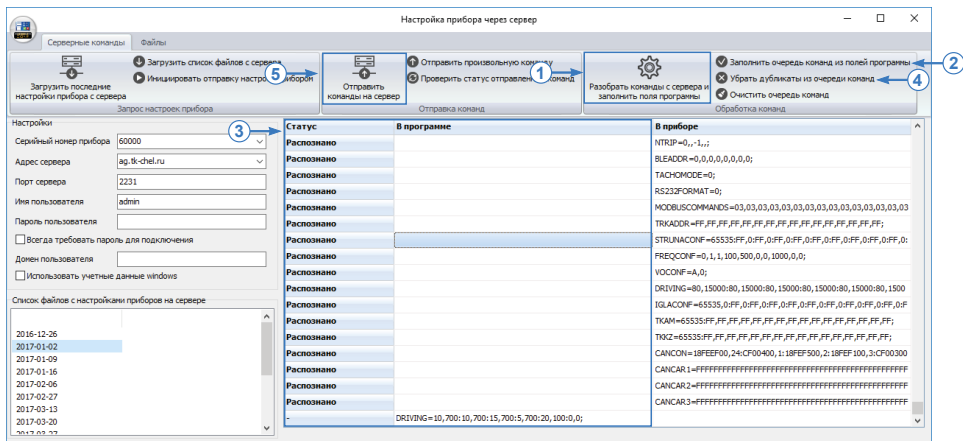

Рис.108. Отправка списка команд.
программе «AG.GSMConf». В результате программа сформирует команды для установки всех параметров прибора и отобразит их в столбце «В программе» (Рис.108, п.3); Данный список команд может быть изменен перед отправкой. Двойное нажатие левой кнопки мыши на строке с командой разрешает редактирование этой команды. Это позволяет удалить полностью команду или изменить некоторые параметры;
- нажать кнопку «Убрать дубликаты из очереди команд» (Рис.108, п.4) для того чтобы удалить из очереди команды, которые содержит такие же настройки, что и установленные в устройстве. Сравнение команд осуществляется по ранее запрошенным настройкам. Если настройка на отправку и настройка в приборе совпадают, то команда будет исключена из очереди;
- нажать кнопку «Отправить команды на сервер» (Рис.108, п.5);